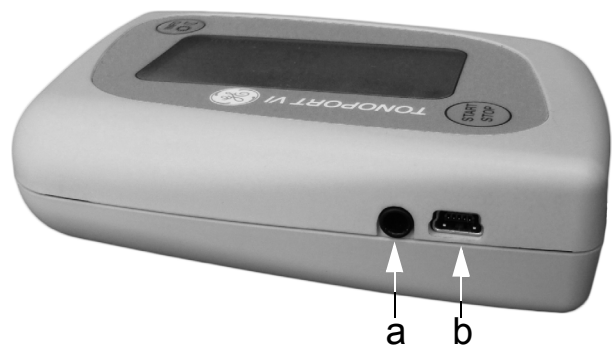

Fig. 5-1 Conexões para cabos de PC
- através do cabo 2001589-040 para utilizar a porta USB do TONOPORT VI (**b**, Fig. 5-1)
- através do cabo 2001589-011 para utilizar a porta serial do TONOPORT VI (**a**, Fig. 5-1)
*Para usar a porta USB do TONOPORT VI (b, Fig. 5-1), deve ser instalado o driver USB e verificada a comunicação de dados conforme descrição a seguir.*